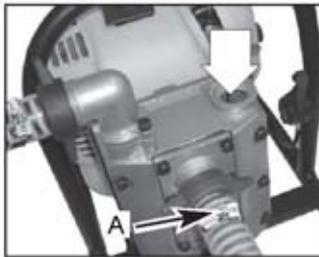

Рис. 8
- Установите насос в правильное положение. (Рис. 8)
- В случае несамозаполняющегося насоса всасывающий шланг (Рис. 8) тоже должен быть заполнен водой; следите, чтобы в нем не осталось воздуха.